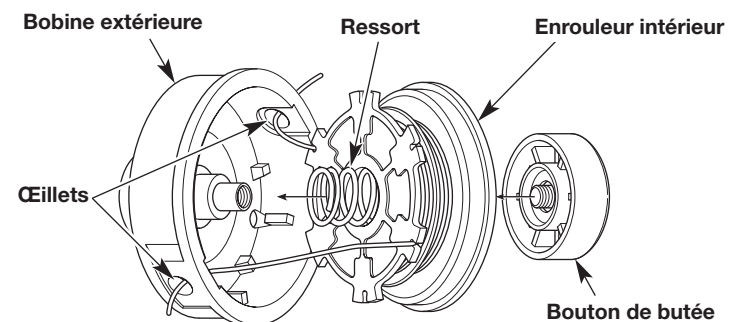

Fig. 19
1. Enfilez les deux extrémités de la ligne de coupe dans les œillets de la bobine extérieure. Installez le ressort dans l'enrouleur intérieur. Insérez l'enrouleur intérieur dans la bobine extérieure. Pressez l'enrouleur intérieur et la bobine extérieure l'un contre l'autre (Fig. 19).